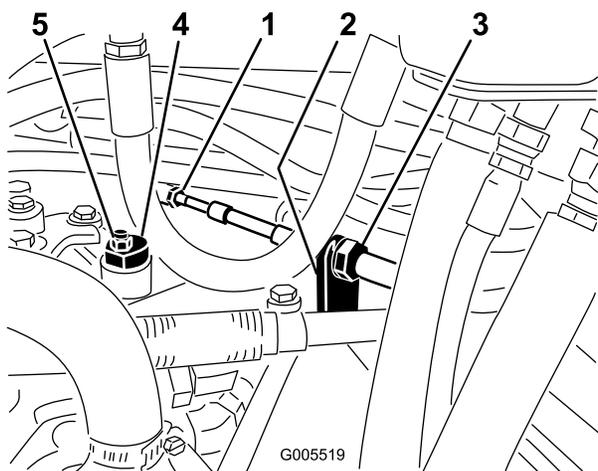

図 52
- A. 走行ケーブルを油圧トランスミッションのバルクヘッドに取り付けているジャムナット（図 52）を両方ともゆるめる。ジャムナットは調整ができるよう十分に、また均等にゆるめること。
**注** 偏芯ナットをトランスミッション上部に止めているナット（図 52）をゆるめる。
- C. どちらにも車輪が回らないように偏芯ナットを回して調整する。調整ができたなら固定ナットを締める（図 52）。スロットル SLOW およびFAST 位置で調整が正しいことを確認する。
を固定する（図 52）。ケーブルをねじらないように注意すること。